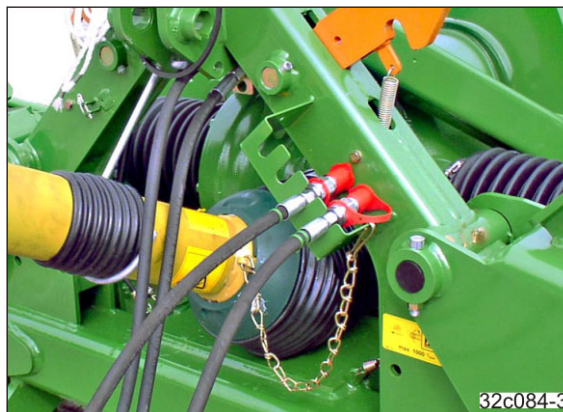

Рис. 78
10. Закрепите питающие магистрали в предназначенном для них месте (Рис. 78).